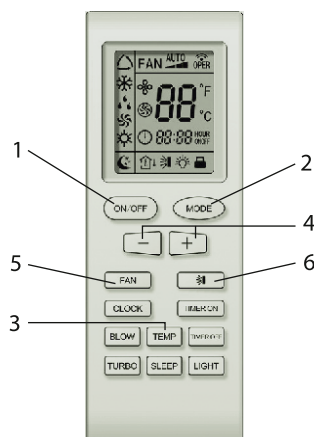

Рис. 5.
### 5.1 Пульт управления (Рис. 5.)
- В случае утери или выходе из строя беспроводного пульта управления возможно включение/выключение кондиционера при помощи аварийного переключателя (Рис. 5.6а) для моделей до 5 кВт и Рис. 5 для моделей 5 и 6 кВт.